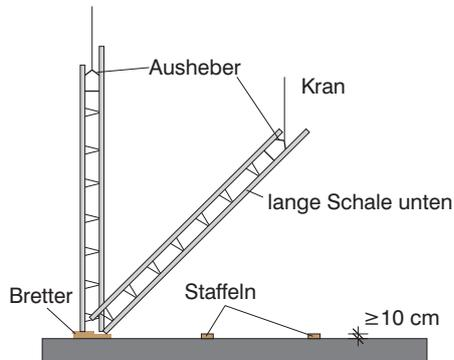

Bild 7: Von Transportlage umlegen
- Unter aufzukippender Kante immer Bretter als Niveausausgleich legen (siehe Bild 7, 8), vorstehende Teile entlasten (z.B. längere Schalen ...).